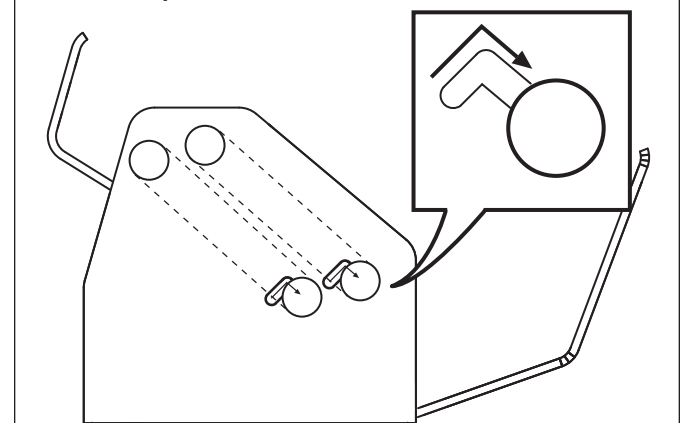

Figure 14. Rétablir la tension des courroies à bande
**REMARQUE :** La courroie à bande inférieure doit être installée en faisant passer la courroie à bande autour du rouleau arrière inférieur, vers le haut dans l'appareil et autour du rouleau supérieur arrière. La tige de connexion doit faire face au fond de l'appareil. Le point de connexion doit correspondre à la figure 14.
6. Remettre les rouleaux inférieurs à la pleine tension en soulevant et en tirant vers le bas sur chaque rouleau pour le verrouiller en place (figure 14).